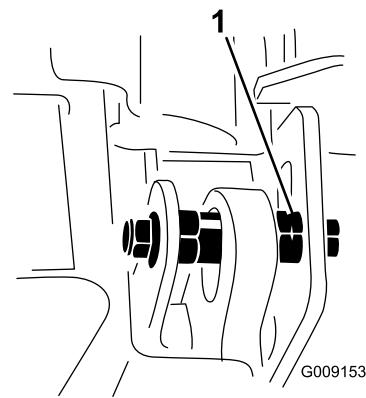

Bild 8
**Hinweis:** Der Ekzentersechskant hat eine Kerbe, die 180° vom Kolben der Ekzenterwelle ist (Bild 8). Verwenden Sie die Kerben als Bezug für die Position der Kolben, wenn Sie die Ekzenter einstellen.